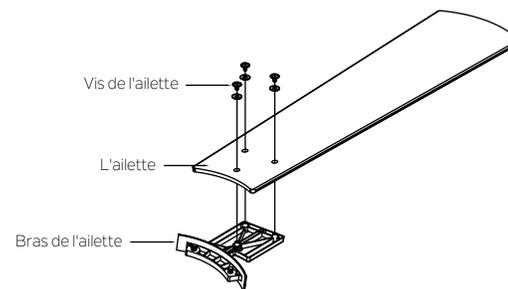

Fig. 17
Étape 1. Positionner l'ailette sur le bras de l'ailette avec les montants filetés. S'assurer que le bord inférieur de l'ailette est complètement placé contre le bras de l'ailette visible. À l'aide d'un tournevis cruciforme, introduire une vis et une rondelle dans le bras de l'ailette (ne pas serrer à ce niveau) et répéter l'opération pour les 2 autres vis et rondelles d'ailette. Bien serrer ensuite chaque vis en commençant par la vis centrale. S'assurer que l'ailette est bien droite. Répéter les étapes pour les autres ailettes (Fig. 17).